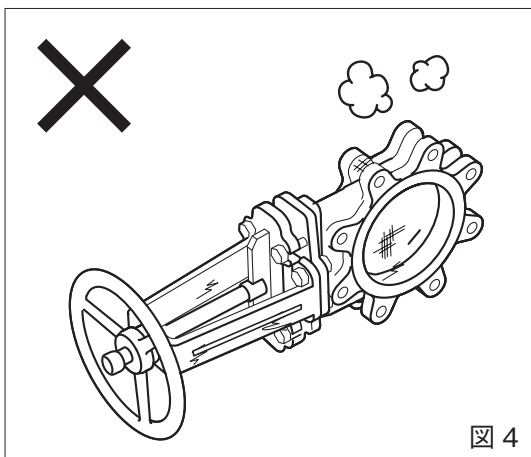

図 4
- ❗ ■開梱時期：開梱はできる限り、配管の直前に行ってください。開梱状態で長時間放置しますと、弁箱内にゴミや異物が混入し、正常に作動しなくなる恐れがあります。また、梱包されていない製品の移動は保護材を取り外さずに製品が干渉しない状態で、ホコリ等を防いで移動してください。（図 4）